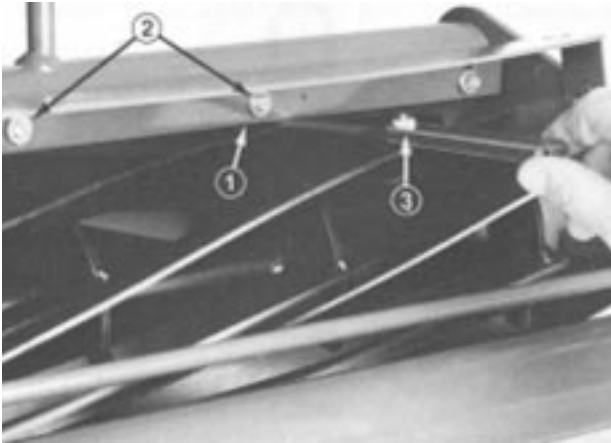

図 6
1. トップ・バー（図6）を固定しているネジをゆるめ、リールとバーとの間に1.5 mmの隙間ゲージをはさんでネジを締める（図6）。リールの全長にわたってバーが平行になっていることを確認すること。
3. ゲージバーを前後のローラに渡しかけ、ネジ頭がベッドナイフの刃先にちょうど引っかかるように刈り高調整ノブで調整する（図6）。